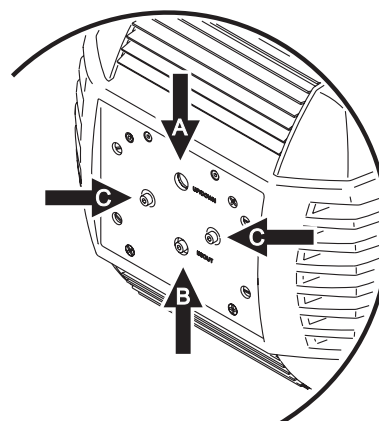

Figura 6: Tornillos de ajuste de lámpara
2. Observar la Figura 6. Centrar el "hot spot" verticalmente con el tornillo Allen superior de ajuste (A) situado en el centro de la placa posterior. Centrar el "hot spot" horizontalmente utilizando los tornillos de ajuste lateral (C).
3. Si existe una concentración "hot spot" excesiva, girar el tornillo de ajuste inferior (B) en sentido antihorario hasta que el haz de luz quede uniformemente distribuido. Si la luz es más brillante en los extremos que en el centro o si el nivel lumínico es bajo, girar el tornillo de ajuste inferior (B) en sentido horario hasta que el haz de luz quede uniformemente distribuido.